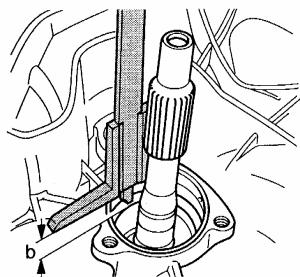

图 12-85 测量至球轴承相切平面尺寸 b
(4) 把深度卡尺放于变速器壳体上，并测量至球轴承相切平面的尺寸 b，如图 12-85 所示。